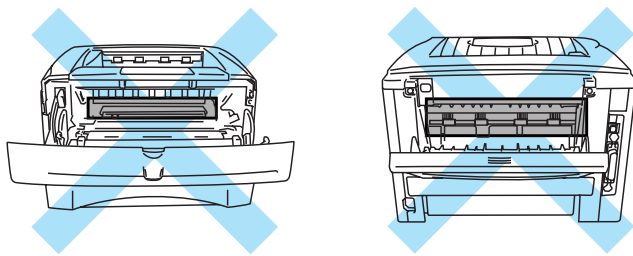

图 6-2
**⚠** 在刚刚使用完打印机后，打印机的一些内部部件温度非常高。在打开打印机的前盖或后出纸盒时，切勿触摸如下图 6-2 中所标示的阴影部件。